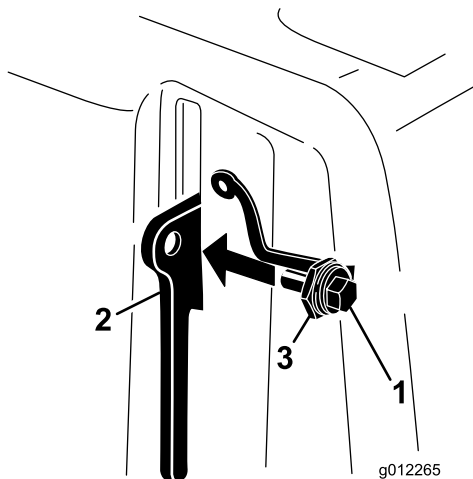

Figura 8
3. Enrosque el perno en la palanca del cierre (Figura 8).